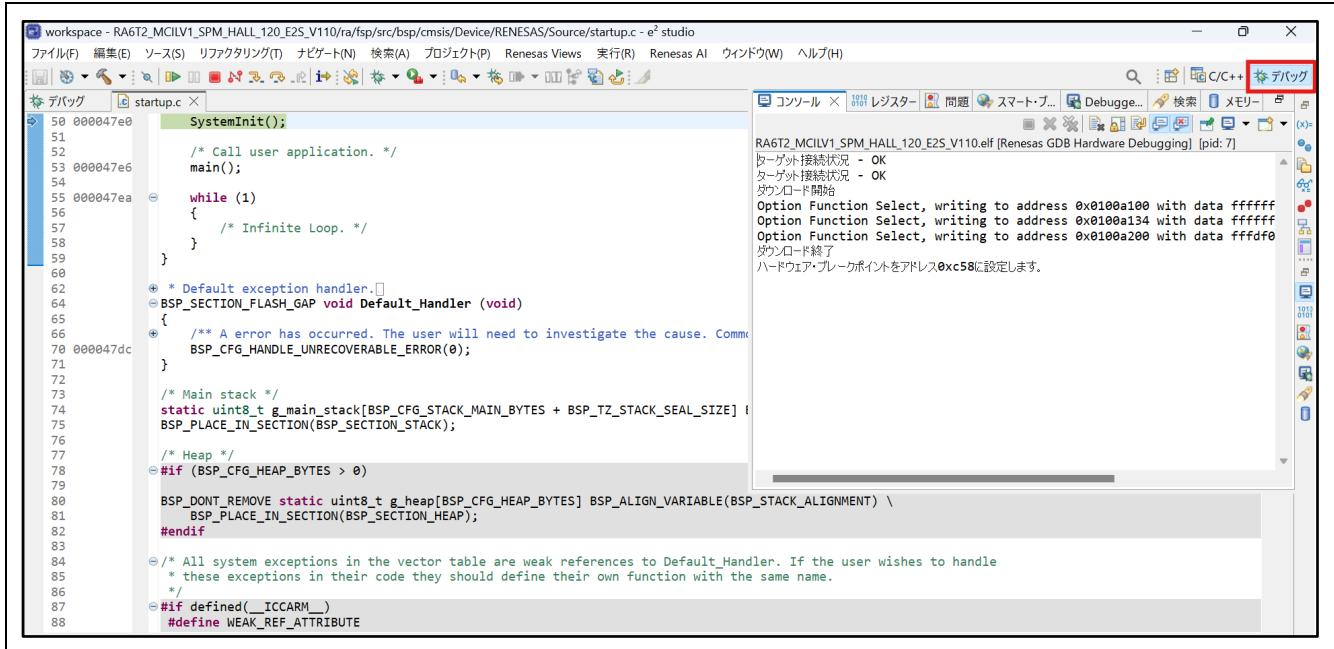

図 6-18 デバッグ画面
3. 正しくターゲットボードと接続され、プログラムがダウンロードされた場合、図 6-18 のような〈デバッグ画面〉に移行します。